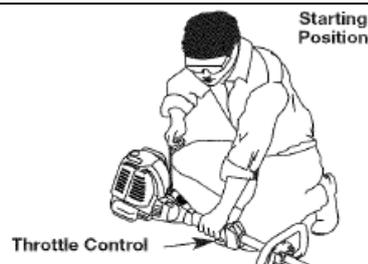

Рис. 9
**ОСТОРОЖНО!** Не допускайте случайного запуска двигателя устройства. Во время запуска при использовании ручного стартера пользователь и устройство должны находиться в устойчивом положении во избежание получения тяжелых травм (Рис. 9).
5. Переместите устройство в рабочее положение, **не нажимайте рычаг управления газом** (Рис. 9). Потяните пусковой ручку несколько раз контролируемым движением, пока двигатель устройства запустится.
5. Переместите устройство в рабочее положение (Рис. 9). Не сжимайте рычаг газа. Вставьте двухстороннюю насадку для дрели или наконечник штепсельного устройства запуска от сети в гнездо в задней части изделия (Ознакомьтесь с разделом Эксплуатация соответствующего руководства производителя устройства, используемого для запуска двигателя).
6. Нажмите и удерживайте кнопку ON (I) дрели или штепсельного устройства не более 4 секунд при каждой попытке запуска, пока двигатель устройства запустится.
7. Подождите и дайте проработать устройству 5-10 секунд на холостых оборотах. Если устройство заглохнет на протяжении этого времени, сожмите рычаг управления газом, нажмите и удерживайте кнопку ON (I) дрели или штепсельного устройства не более 4 секунд при каждой попытке запуска, пока двигатель устройства запустится.